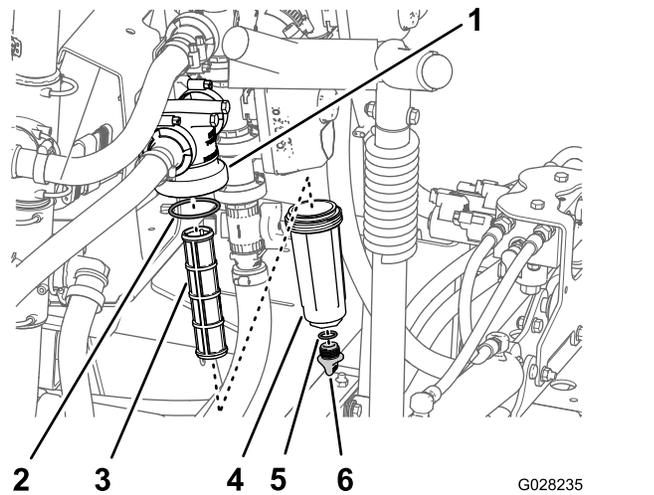

Figura 23
2. Coloque un recipiente de drenaje debajo del filtro de presión (Figura 23).
3. Gire el tapón de vaciado en sentido antihorario y retírelo de la cubeta del filtro de presión (Figura 23).
4. Enrosque la cubeta en sentido antihorario y retire la cabeza del filtro (Figura 23).
5. Retire el elemento del filtro de presión (Figura 23).
7. Inspeccione la junta del tapón de vaciado (situada dentro de la cubeta) y la junta de la cubeta (situada dentro de la cabeza del filtro) en busca de daños o desgaste (Figura 23).
8. Instale el elemento del filtro de presión en la cabeza del filtro (Figura 23).
9. Instale la cubeta en la cabeza del filtro, y apriétela a mano (Figura 23).
10. Coloque el tapón de vaciado en el acoplamiento inferior de la cubeta, y apriete el tapón a mano (Figura 23).